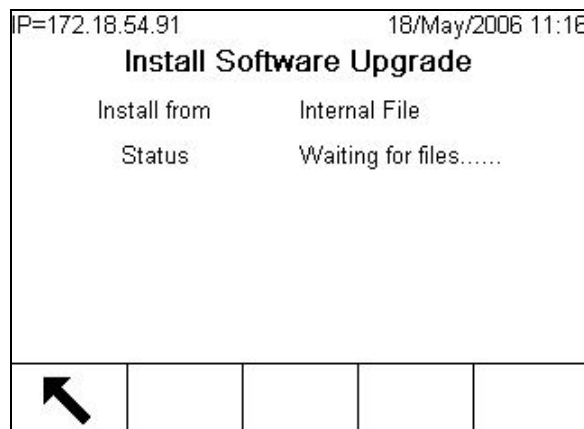

Figura 3-2: Actualización de programas de instrucciones del fabricante – Esperando los archivos
6. Presione la tecla programable INICIAR  para iniciar la actualización. Si los archivos no están presentes en la carpeta de actualización, aparece la pantalla mostrada en la figura 3-2. Realizar la operación de copiado desde InSite hará que continúe el proceso. Presionar la tecla programable SALIR  abandona el proceso y regresa al árbol de configuración.